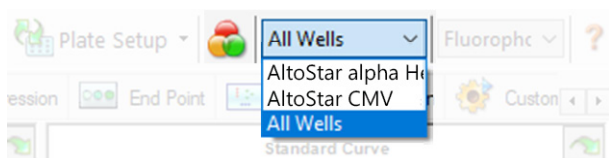

Figura 4: Botón Well Group (grupo de pocillos) y menú desplegable Well Group (grupo de pocillos)
En la ventana Data Analysis (análisis de datos), asegúrese de seleccionar el **Well Group** (grupo de pocillos) del kit AltoStar® *alpha* Herpesvirus PCR Kit 1.5. Por tanto, haga clic en el menú desplegable **Well Group** (grupo de pocillos) junto al botón **Well Group** (grupo de pocillos) (consulte la figura 4) de la barra de herramientas. No utilice el **Well Group** (grupo de pocillos) «All Wells» (todos los pocillos). La selección de la figura 4 se usa como vista de ejemplo general.
1. En la ventana Data Analysis (análisis de datos), asegúrese de seleccionar el **Well Group** (grupo de pocillos) del kit AltoStar® *alpha* Herpesvirus PCR Kit 1.5. Por tanto, haga clic en el menú desplegable **Well Group** (grupo de pocillos) junto al botón **Well Group** (grupo de pocillos) (consulte la figura 4) de la barra de herramientas.